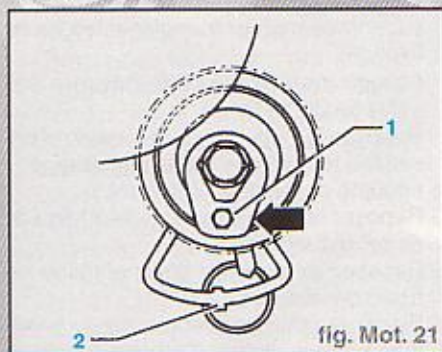

fig. Mot. 21
- à l'aide d'une clé mâle coudée que l'on engage dans l'entraînement à six pans "1", tourner le galet-tendeur d'entraînement combiné dans le sens d'horloge en direction de l'étrier portant l'ergot-repère "2" (galet-tendeur en position détendue) (fig. Mot. 21)